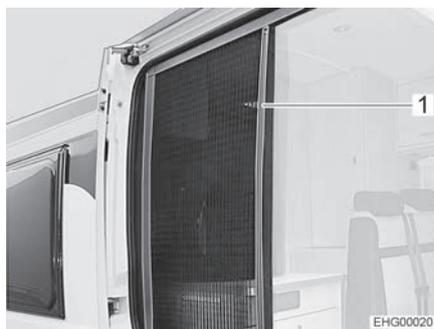

Fig. 10 Protección contra insectos
- Extraer la protección contra insectos (Fig. 10,1) por el listón completamente.
- Regresar la protección contra insectos (Fig. 10,1) por el listón a su posición inicial.